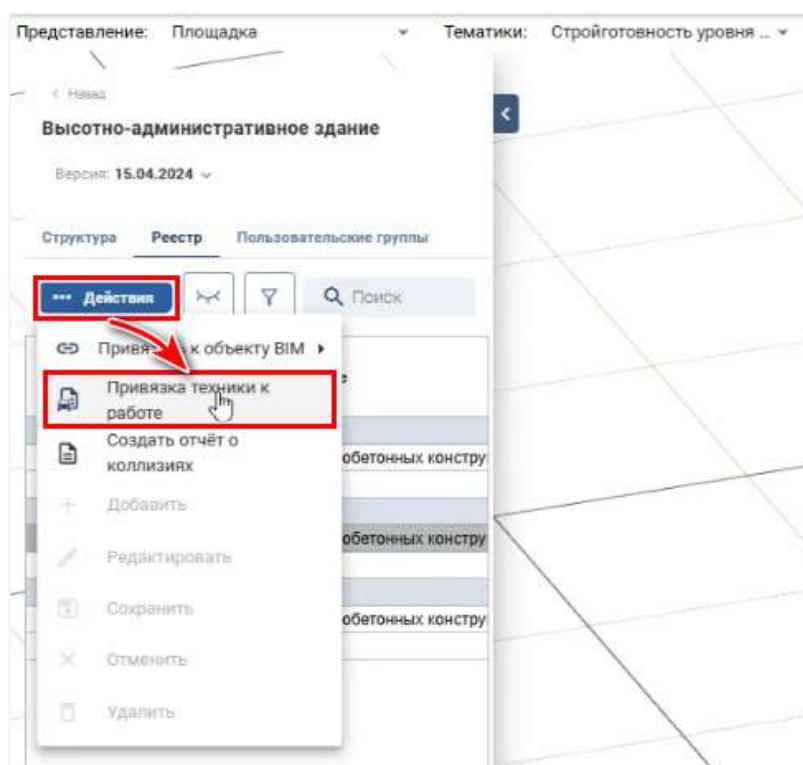

Рисунок 11. Вкладка «Реестр»: выбор действия «Привязка техники к работе»
- нажать на кнопку «Действие» и выбрать в выпадающем списке функцию «Привязка техники к работе» (Рисунок 11). Откроется правая панель навигации;